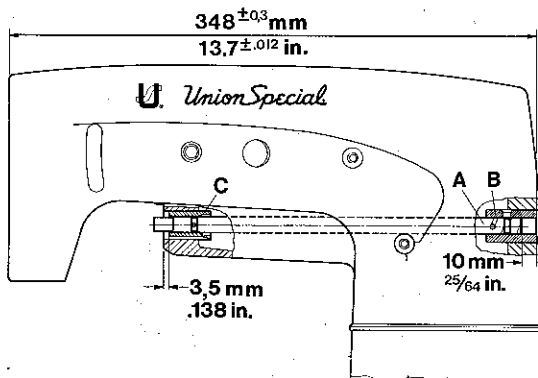

Fig.77
To guarantee a perfect lubrication, make sure when assembling spreader drive shaft (A, Fig. 77), that the distance between face of bushing right (B) and face of shaft (A) is 10 mm (25/64 in.) (see Fig. 77).
Bushings (B and C, Fig. 77) for spreader drive shaft (A) are cemented in the bed casting. Observe the measurements shown in Fig. 77 as well as position of oil hole and groove when replacing the bushings.
Um eine einwandfreie Schmierung zu gewährleisten, muß beim Einbau der Legerantriebswelle (A, Fig. 77) darauf geachtet werden, daß zwischen der Stirnseite der Buchse rechts (B) und der Stirnseite der Welle (A) ein Abstand von 10 mm ist (siehe Fig. 77).
Die Buchsen (B und C, Fig. 77) für die Legerantriebswelle (A) sind im Gehäuse eingeklebt. Beachten Sie beim Austausch der Buchsen die in Fig. 77 angegebenen Einbaumaße, sowie die Lage von Ölbohrung und Nut.